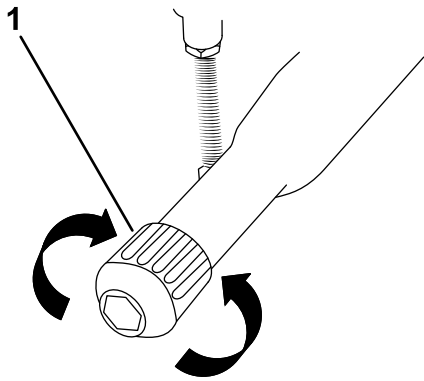

Figura 29
- **Para aflojar el freno de estacionamiento:**(Figura 29).
4. Gire el pomo de ajuste del freno de estacionamiento en sentido **antihorario** (Figura 29).
• **Para apretar el freno de estacionamiento:**(Figura 29).
4. Gire el pomo de ajuste del freno de estacionamiento en sentido **horario** (Figura 29).